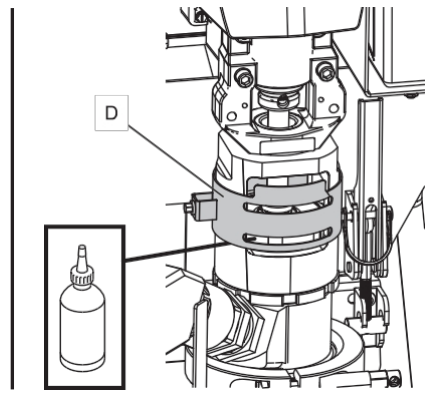

Fig. 9
3. Controllare il livello del liquido di tenuta della gola (TSL) nel dado premistoppa (D). Riempire per 1/2 con TSL. (Fig. 9)